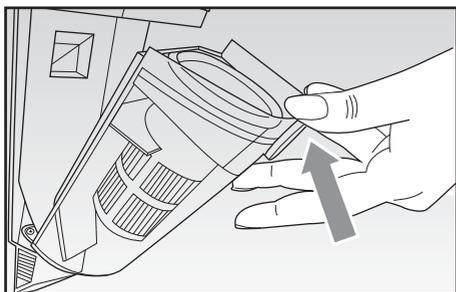

Fig. 12
- Premere i pulsanti di sbloccaggio ed estrarre il contenitore completo (Fig. 12).